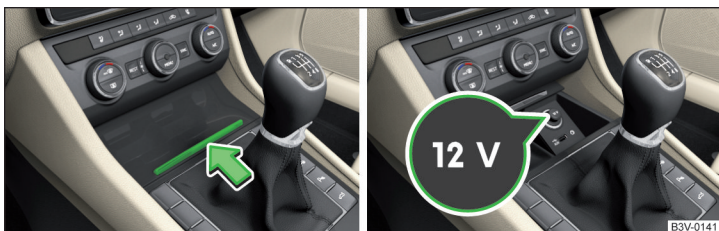

Fig. 104 Deschiderea compartimentului de depozitare/Capacul prizei 12 V
- Pentru **utilizare**, deschideți compartimentul de depozitare apăsând pe marginea capacului în sensul săgeții » fig. 104.